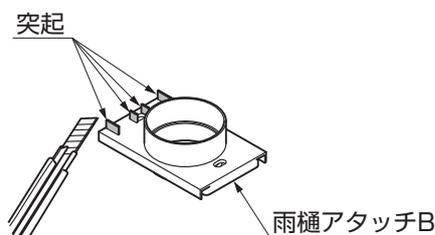

図12-47
- ⑤雨樋アタッチBの4ヶ所の突起をカッターで除去してください。（図12-47参照）
⑥天井材Cに $\phi 3.5$ の下穴をあけてから雨樋アタッチBを雨樋アタッチメントに挿入し【6-1】で取付けてください。